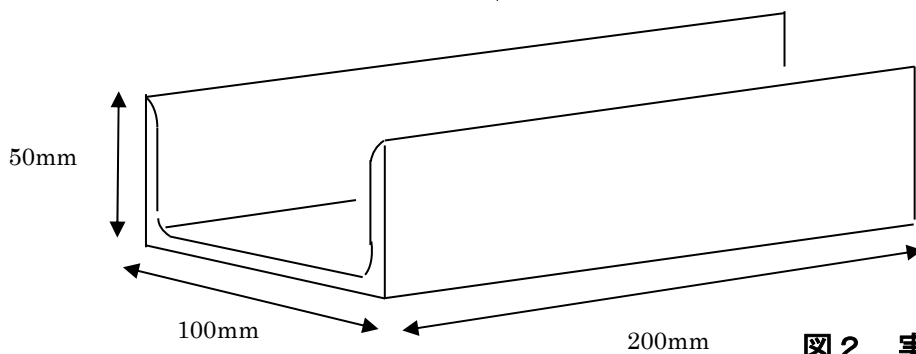

図 2 実技材台の形状
(6) 溶接による変形は、逆ひずみ法によって防ぐものとする。
(7) エンドタブは使用禁止とする。又、捨て金を使用して連続溶接を行ってはならない。
(8) 実技材台は、主催者が準備したものを使用すること(P3の図2を参照)。
(9) 練習材は、作業台に準備されている実技材台を使用し、練習を行ってもよい。
(10) 溶接は、タック溶接（仮付）部を除いて片面溶接とし、裏面から溶接をしてはならない。
(11) 溶接方向は、左進、右進又はそれらの混用のいずれでもよい。ただし、1パス中の混用は認めない。
- (12) 溶接層数及びパス数は自由とする。
- (13) 溶接中及び溶接後において、変形の矯正は禁止する。
- (14) たがねは、スラグやスパッタを取るために使用するのはいいが、溶接金属をはつき取る目的で使用してはならない。